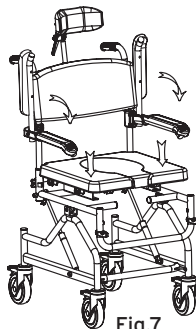

Fig.7
- Posare la seduta sul telaio della carrozzina e premere verso il basso per fissarne la posizione, dopodiché aggiungere il coperchio (Fig.7);